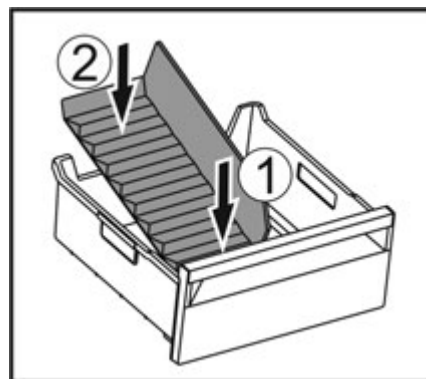

Fig. 121
► Вставити передню частину перегородки відділення для льоду. Fig. 121 (1)
► Опустити задню частину перегородки відділення до дна ящика для кубиків льоду. Fig. 121 (2)